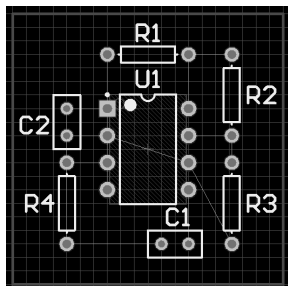

图 3.1.18 排列好的元器件封装
(4) 放置过程中, 注意元器件的布局排列, 可参考原理图元器件相关位置; 飞线尽可能拉直, 不要交叉; 名称不要倒置, 紧靠元器件摆放, 不要挡住元器件。可以按“X”键(水平镜像翻转)、“Y”键(垂直镜像翻转)和空格键(按指定角度旋转)完成方向的转换。但在移动 IC 芯片时不要用“X”键和“Y”键, 以免封装与实物相反。元器件封装排列好的 PCB 板如图 3.1.18 所示。